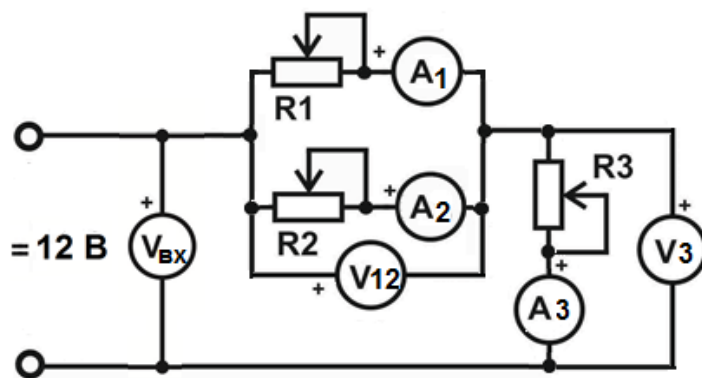

Рисунок 1.4 – Схема эксперимента 2
5. Рассчитать ток и напряжение на участках цепи (рисунок 1.4). Результаты расчетов занести в таблицу 1.3.